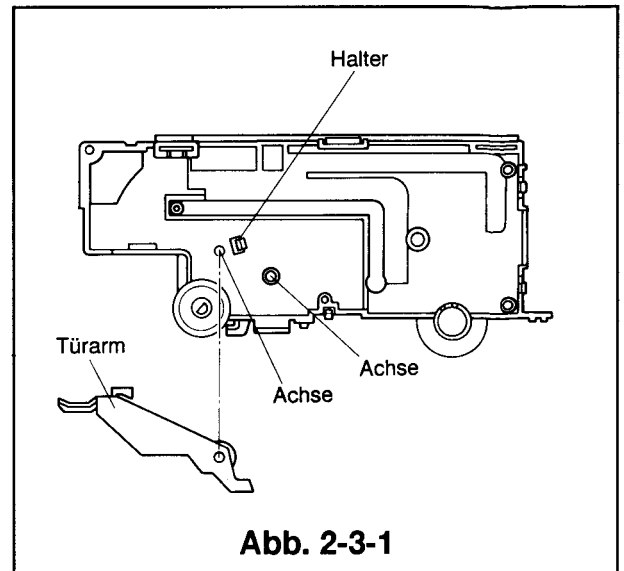
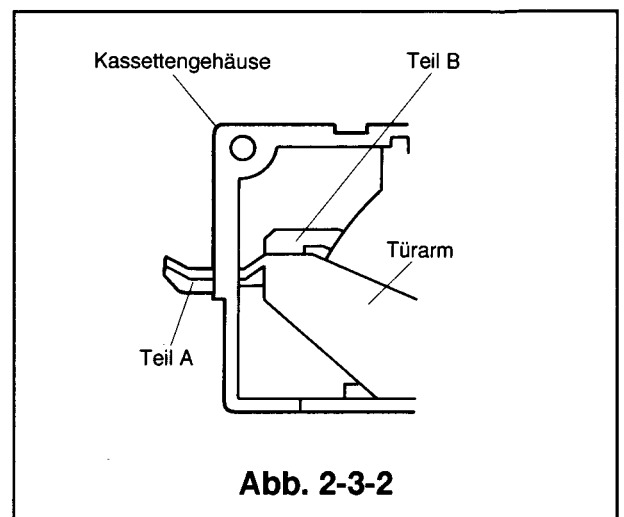

Abb. 2-3-1
Abb. 2-3-2
- ① Das Kassettengehäuse wie in Artikel 2-1 beschrieben ausbauen.
- ② Die Seitenplatte, das Fühlergetriebe und den Führungsarm wie in Artikel 2-2 beschrieben ausbauen.
- ③ Den in Abb.2-3-1 gezeigten Armhalter lösen, und gleichzeitig den Türarm entfernen
- ① Den Türarm mit Teilen A und B (siehe Abb.2-3-2) in das Kassettengehäuse bringen und mit dem Halter an der Achse befestigen. Siehe Abb.2-3-1
- ② Den Führungsarm, das Fühlergetriebe und die Seitenplatte installieren (Siehe Artikel 2-2).
- ③ Das Kassettengehäuse installieren.(Siehe Artikel 2-1).